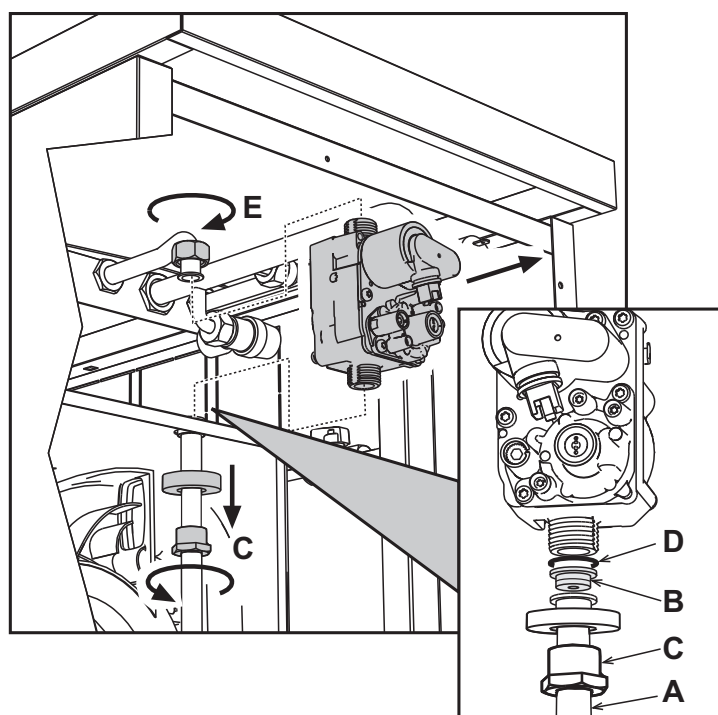

рис. 23
4. Раскрутить колесико C и E и снять газовый клапан (см. рис. 23).
5. Заменить форсунку B, вставленную в газовую трубу, на форсунку, входящую в комплект для переоборудования на другой вид газа, вставив прокладку D (см.рис. 23).